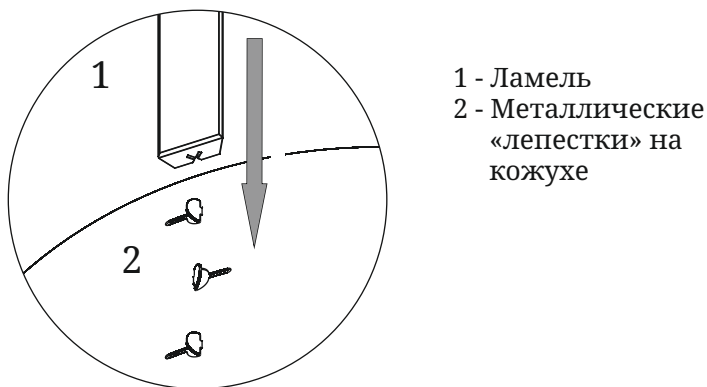

Рисунок 6. Установка ламелей на печь
Процесс крепления ламелей (3) на печь предельно прост. На кожухе печи имеются отогнутые металлические «лепестки» (2), на которые, как по направляющим, сверху вниз вставляются ламели (рисунок 6).